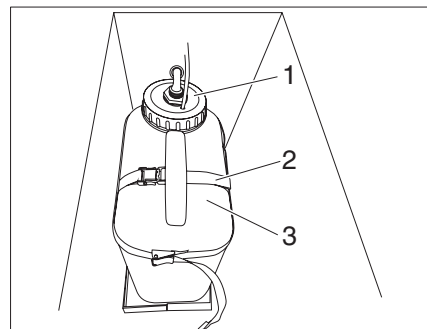

Fig. 84 Depósito de agua de la ducha exterior
El depósito de agua (Fig. 84) de la ducha exterior está ubicado en el lado izquierdo del vehículo debajo de la puerta de acceso frente a la cocina de gas.
- ▶ Soltar las correas de sujeción (Fig. 84,2) .
- ▶ Desenroscar la tapa (Fig. 84,1) retirar la con la bomba sumergible.
- ▶ Sacar el depósito de agua (Fig. 84,3) y rellenarlo.
- ▶ Coloque el depósito de agua lleno, colocar la tapa con la bomba sumergible (Fig. 84,1) y atornillar.
- ▶ Asegurar el depósito de agua con las correas de sujeción (Fig. 84,2) .